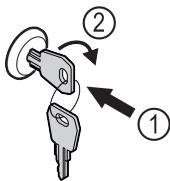

Fig. 122
- ▶ Пъхнете ключа. Fig. 122 (1)
- ▶ Завъртете го на 90° по посока на часовниковата стрелка. Fig. 122 (2)